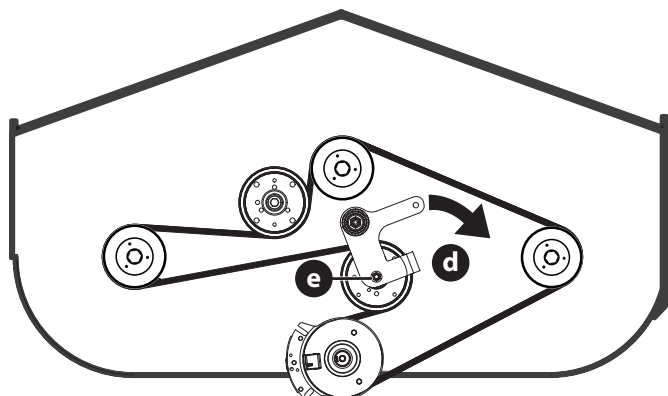

Fig. 42
4. Tournez l'ensemble du tendeur du plateau dans le sens horaire (Fig. 42).
5. Desserrez l'écrou (e) de la poulie de tension du plateau (Fig. 42).
8. Acheminez la nouvelle courroie comme indiqué à la Fig. 42. Réinstallez ensuite le plateau de coupe et la courroie de transmission en suivant les instructions à la page 92.